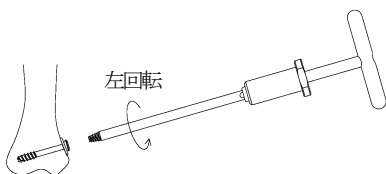

図 4
- 1) スクリューのヘッドドライブがなめている場合は、イージーアウトをヘッドドライブに差し込み、左回転させて抜去します。(図 4)